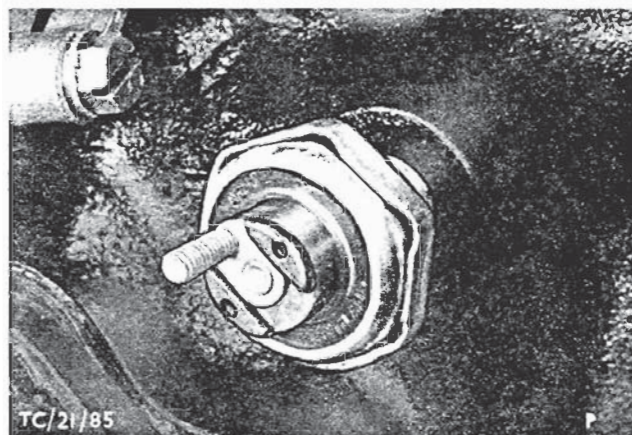

Fig. 7 - Olietryksskontakt.
1. Afmonter olietryksskontaktens ledningsforbindelse og afmonter olietryksskontakten, Fig. 7. Hvis der er monteret olietryksmålert, afmonteres dennes føderør og forskruning, Fig. 8.